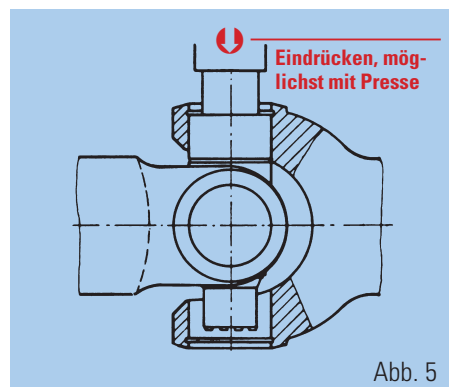

Abb. 5
2. Lagerbüchse wird auf einer Seite eingepresst und mit Sicherungsring gesichert (Abb. 5).